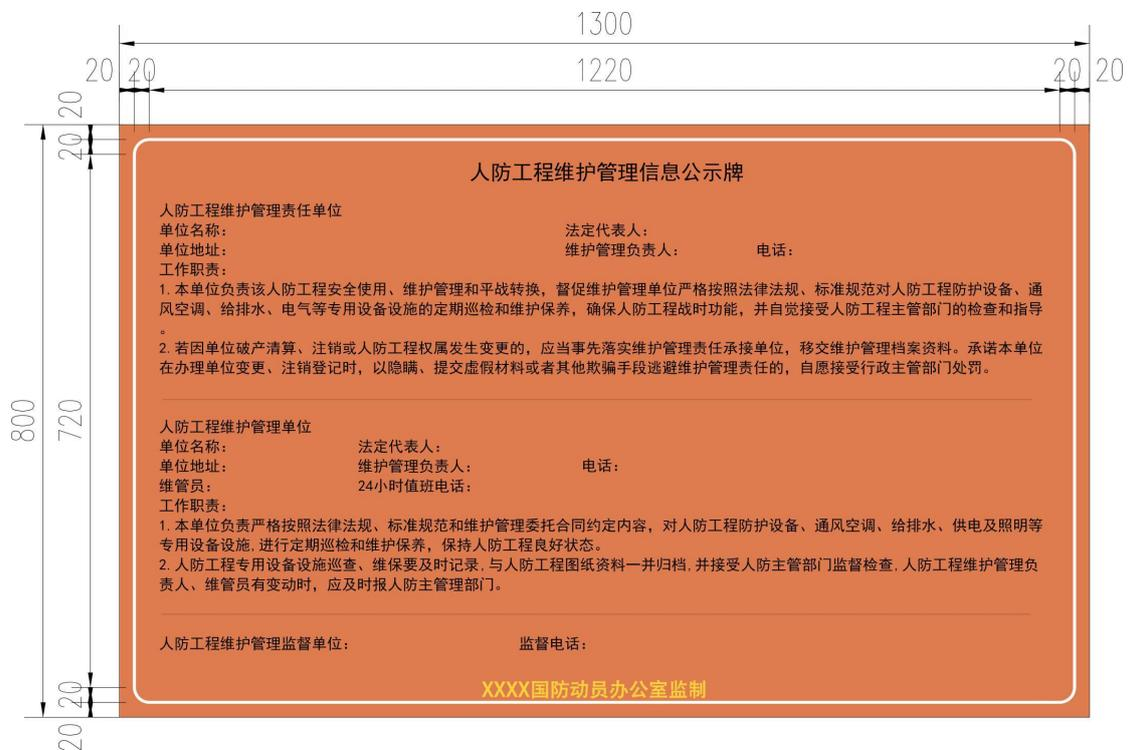

图 2-2 人防工程维护管理信息公示牌样式及尺寸示例
2.6 人防工程维护管理信息公示牌。其作用是公示人防工程维护管理单位、监管单位、管理人员信息以及联系方式，利于人防工程的平时维护管理工作，示例见图 2-2。